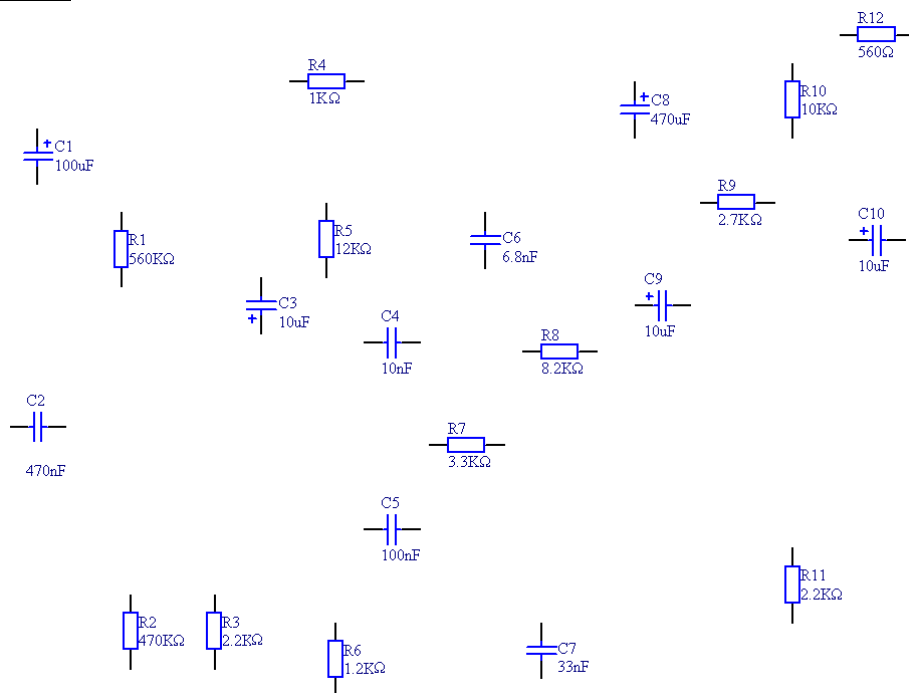

图 4-35 放置电阻
Step9 放置电阻。本例中用到 12 个电阻，为 R1~R12，阻值分别为 560k Ω 、470k Ω 、2.2k Ω 、1k Ω 、12k Ω 、1.2k Ω 、3.3k Ω 、8.2k Ω 、2.7k Ω 、10k Ω 、2.2k Ω 、560 Ω 。与放置电容相似，将这些电阻放置在原理图中合适的位置上，如图 4-35 所示。